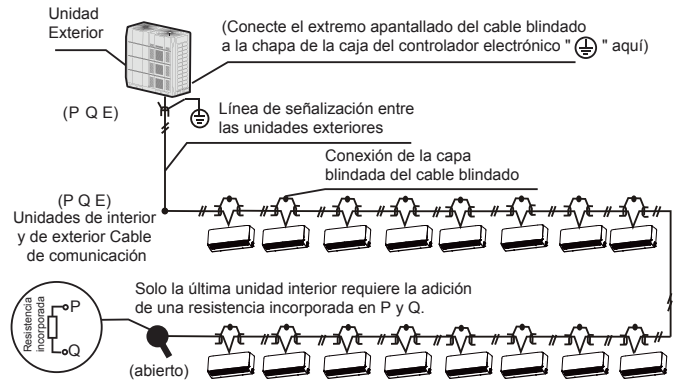

Figura 6.6
- El cableado de comunicación entre las unidades de interior y de exterior debe conectar una unidad tras otra en una cadena tipo margarita desde la unidad exterior a la unidad interior final. Y la capa blindada debe conectarse correctamente a tierra y se debe añadir una resistencia incorporada a la última unidad interior para mejorar la estabilidad del sistema de comunicación (véase figura 6.6).